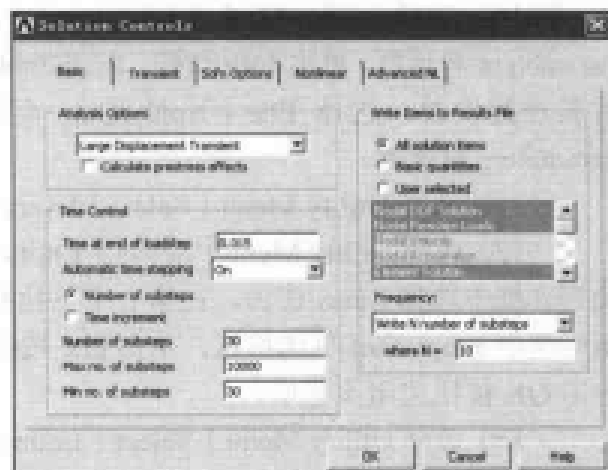

图 13-172 求解控制对话框
(5) 选择 Main Menu | Solution | Analysis Type | Sol'n Controls 命令, 出现 Solution Controls 对话框, 参照图 13-172 对其进行设置, 单击 OK 按钮关闭该对话框。